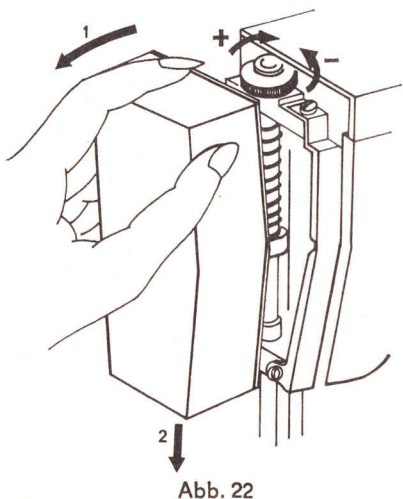

Abb. 22
18. Abnehmen der Frontplatte und Einstellen des Nähfußdruckes (Abb. 22)
Für einen guten Transport des Stoffes ist der Nähfußdruck nach Abb. 22 zu regulieren.